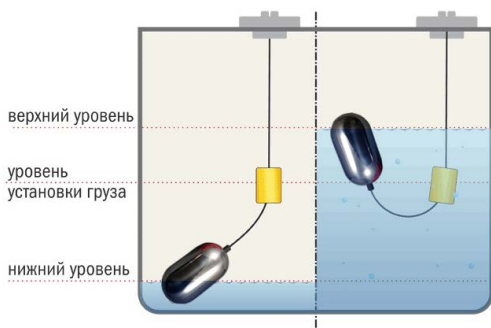

Рис. 1 – Установка выключателя
- 1.2. Длина отрезка кабеля между местом крепления (грузом) и корпусом поплавок-ного выключателя задает уровень срабатывания (рис. 1).